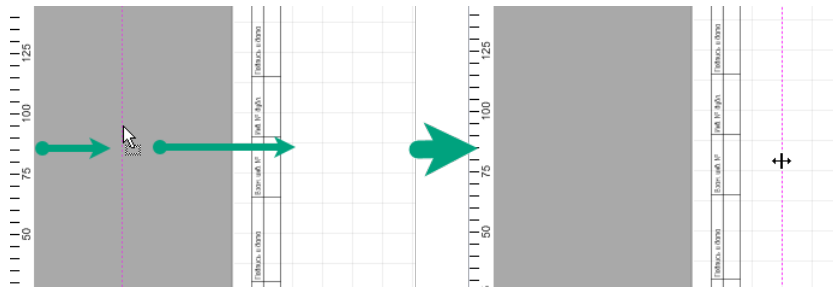

Рис. 269 Размещение направляющих линий
2. Удерживая кнопку мыши, переместите курсор в рабочую область и отпустите кнопку после того, как линия будет размещена в выбранном месте, см. Рис. 269.